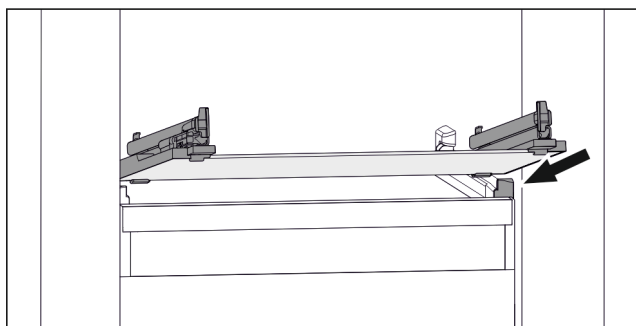

Fig. 130 Exemple de représentation de la tablette en verre
- Placer la tablette en verre, en l'inclinant, derrière les butées. (voir Fig. 130)